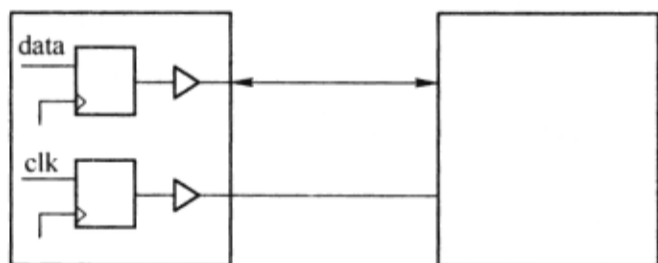
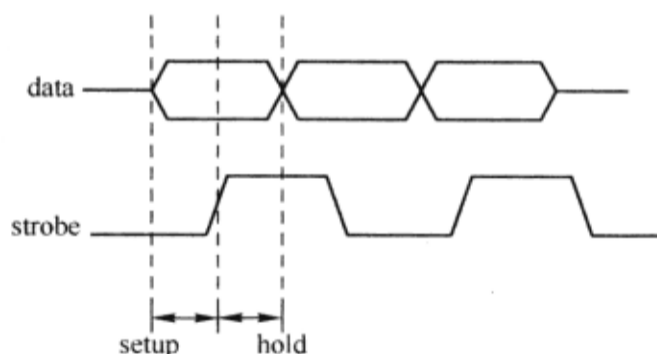

图 3-5-10 源同步示意图
图 3-5-11 源同步相位关系图
3) 源同步 源同步方式是在送数据信号的同时提供时钟信号或锁存信号。源同步和内同步从外端口看是一样的，但其内部结构并不相同。源同步方式中数据通过寄存器输出，时钟/锁存信号也通过寄存器输出，不过时钟/锁存信号寄存器的时钟是外部时钟的倍频，这样进一步抵消了不确定性，提高工作频率。图 3-5-10 所示为源同步示意图。图 3-5-11 所示为源同步输出数据与时钟的相位关系图，时钟正好在数据的中间，这样的信号就称为源同步，不满足这种相位关系的就不是源同步。